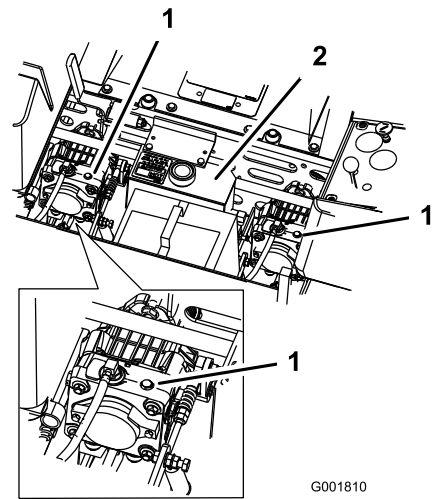

Bild 30
2. Drehen Sie die Bypassventile um eine Umdrehung entgegen dem Uhrzeigersinn, um die Maschine zu schieben. So kann Hydrauliköl an der Pumpe vorbei direkt zu den Rädern fließen, die sich daraufhin drehen können (Bild 30).
Drehen Sie zum Einsatz der Maschine die Sicherheitsventile eine ganze Umdrehung nach rechts (Bild 30).